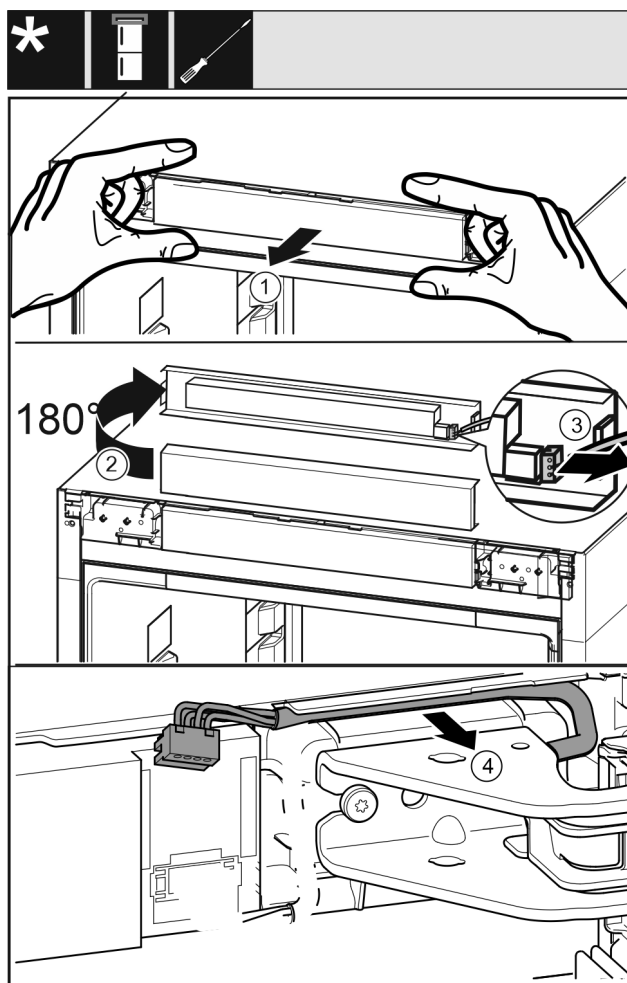

Fig. 23
- Atbrīvojiet vadības aizsegu Fig. 23 (1) uzmanīgi uz priekšu.
- Pagrieziet vadības aizsegu Fig. 23 (2) uz augšu par 180°.
- Spiediet fiksācijas izcilni Fig. 23 (3) uz aizmuguri un uzmanīgi izvelciet spraudni.
- Atbrīvojiet uzmanīgi kabeli Fig. 23 (4) virs gultņa balsta no vadotnes.